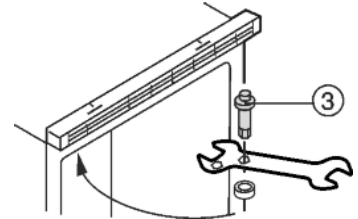

Fig. 3
- ▶ Выкрутите верхний шарнирный палец Fig. 3 (3) и вкрутите на противоположной стороне (**с моментом 4 Нм**).
- ▶ Навесьте дверь на верхний шарнирный палец Fig. 3 (3) и закройте.